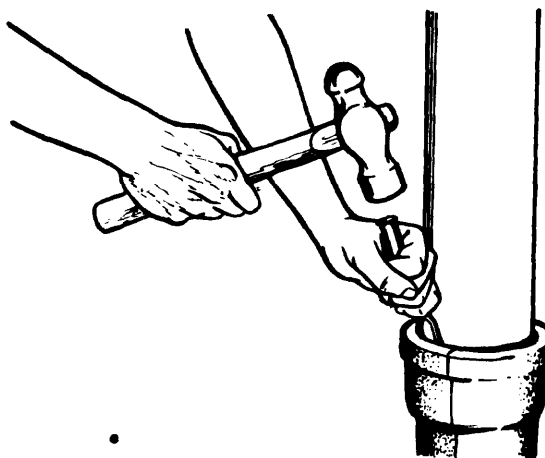

Fig. 5
- c Apoye el calafate sobre la estopa y golpee la cabeza repetidamente (fig. 5).